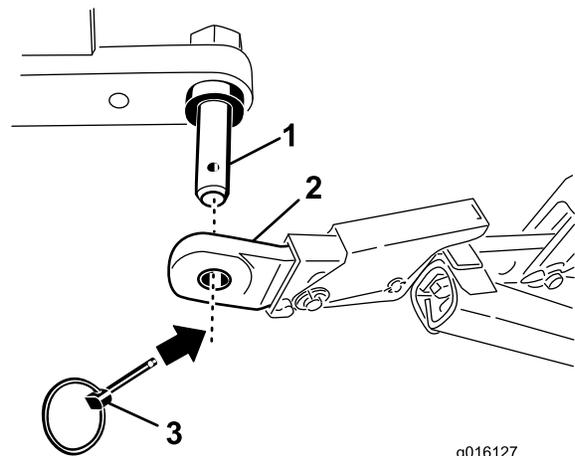

Figura 3
4. Fissate i bracci di collegamento inferiori ai perni di montaggio dell'arieggiatore con gli acciarini (Figura 3).